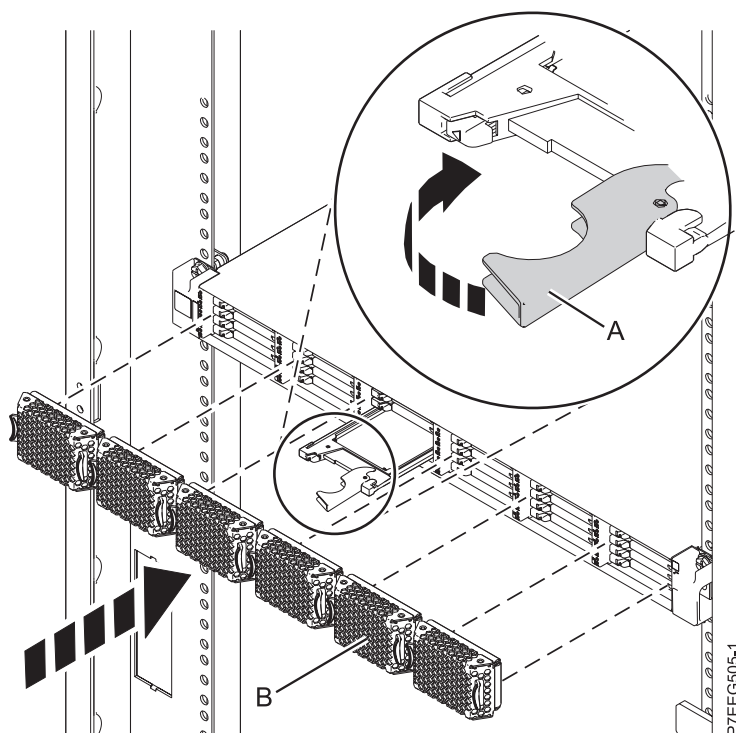

Figura 48. Substitució d'una unitat d'estat sòlid a Allotjament d'emmagatzematge EDR1 PCIe.
4. Quan el LED d'identificació de la unitat d'estat sòlid parpellegi, feu lliscar tota la unitat d'estat sòlid cap a Allotjament d'emmagatzematge EDR1 PCIe fins que quedi ben encaixada. A continuació, feu girar la nansa (A) fins a la posició de bloqueig. Consulteu Figura 48.
5. Instal·leu la tapa bisellada (B).